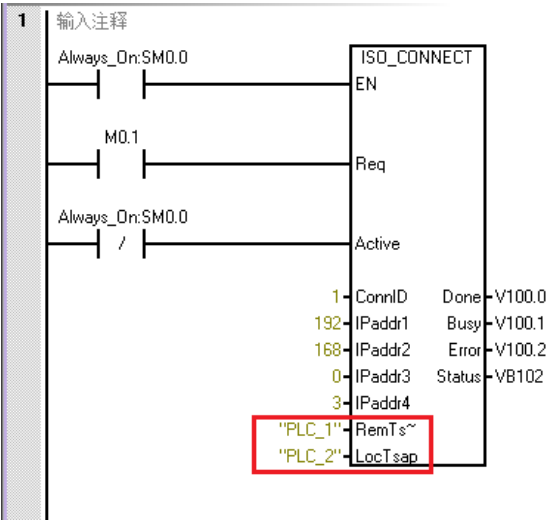

图7： 调用ISO_CONNECT建立连接指令
1.调用ISO_CONNECT指令建立连接,伙伴TSAP(RemTsap)与本地TSAP(LocTsap)必须与S7-300中的连接配置交叉对应。如图7.所示